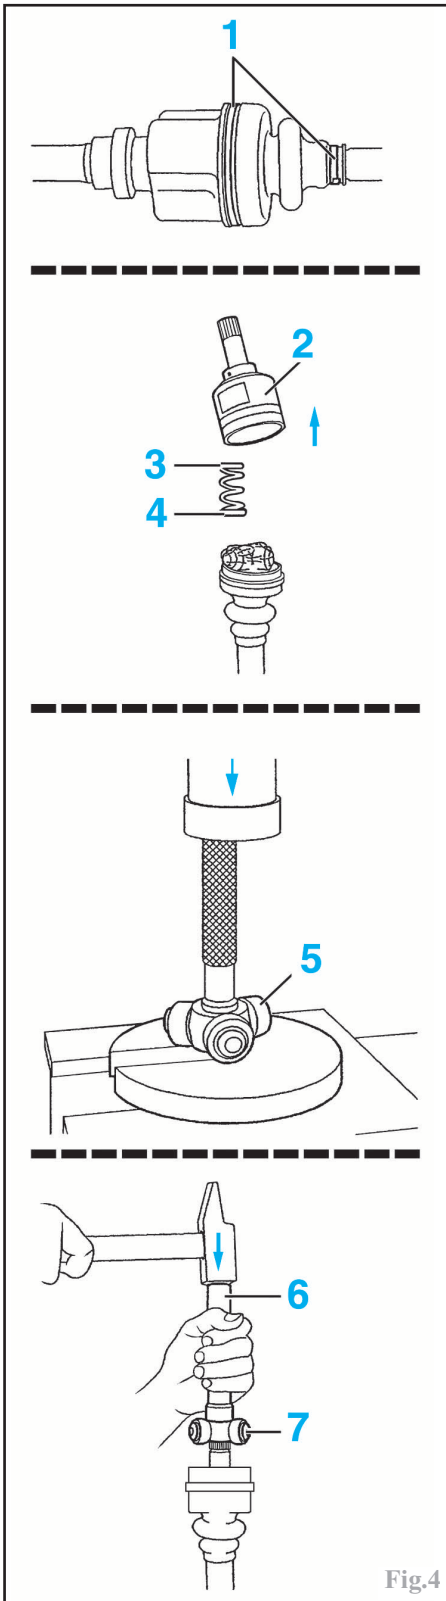

Fig.4
Desserrer ou scier et déposer les deux colliers (1) (Fig.4).
À l'aide d'un marteau et d'un mandrin (6) (Fig.4) de diamètre approprié, mettre en place le tripode (7) sur l'arbre.